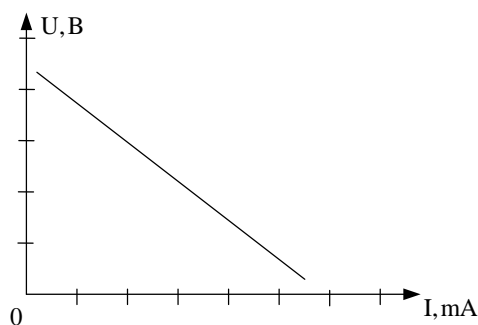

Рисунок 2.7 – Зовнішня характеристика джерела
3.1. За даними табл. 2.1 побудувати графік зовнішньої характеристики досліджуваного джерела E_1 (аналогічно прикладу, наведеному на рис. 2.7).